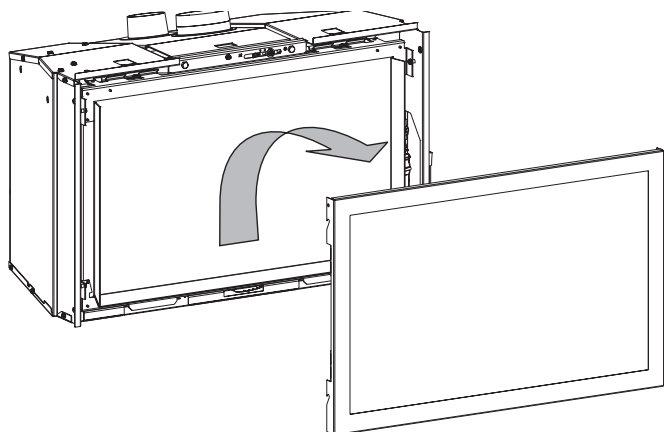

Figure 16
18. Pour retirer l'écran de protection, le soulever et le tirer vers soi. **Voir Figure 16.**